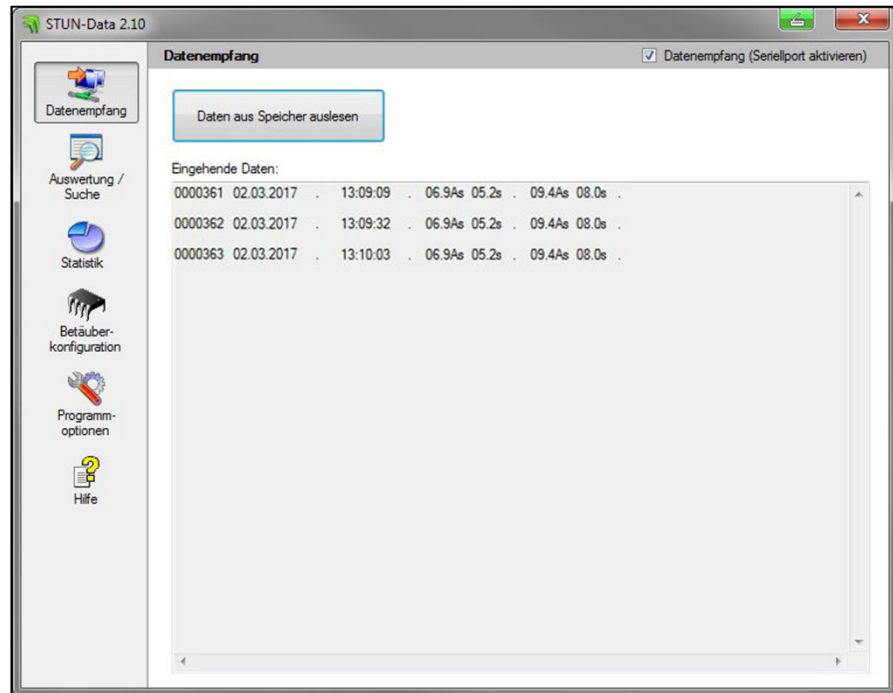

Abb. 6-5 Liste der eingehenden Datensätze (Datenkabel mit Direktübertragung)
*Die aktuellen Datensätze werden in dem Menü **Datenempfang** in der Liste „Eingehende Daten:“ angezeigt (→ Abb. 6-5).*
3. Klicken Sie auf „Daten aus Speicher auslesen“. *Die Datensätze werden aus dem Datenspeicher ausgelesen und in dem Menü **Datenempfang** in der Liste „Eingehende Daten:“ angezeigt (→ Abb. 6-5).*